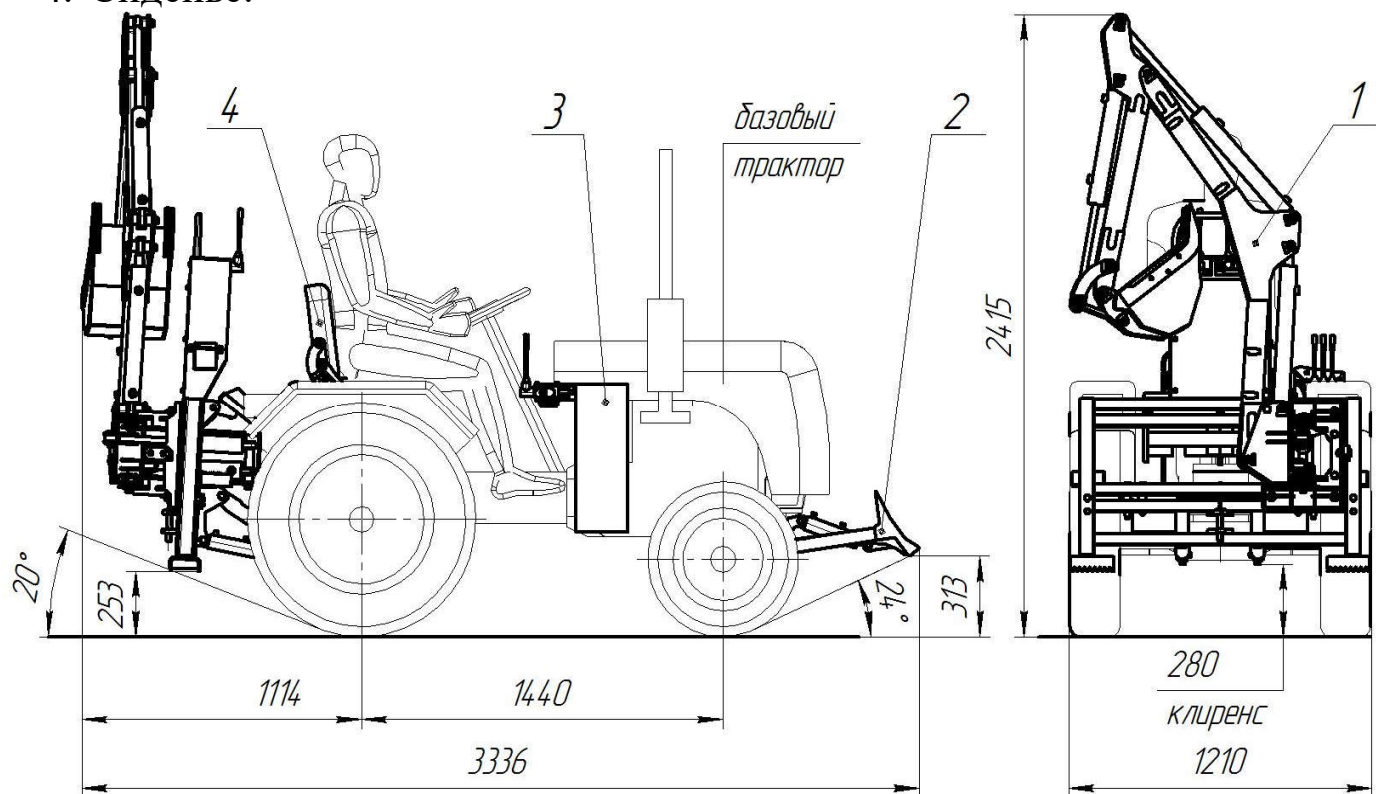

Рис.1
Составные части оборудования (рис. 1):
1.2.4. Экскаватор навесной 1 (рис.1) предназначен для выемки грунта не выше 2-й категории, складирования его в непосредственной близости от места копания или погрузки в транспортное средство.
1.2.5. Бульдозерный отвал 2 (рис.1) оборудования предназначен для засыпки места выемки грунта, планировочных работ. Отвал искусственно утяжелен и дополнительно служит передним противовесом трактора с экскаваторным оборудованием в транспортном режиме.
1.2.6. Гидросистема оборудования 3 (рис.1) предназначена для управления экскаватором и бульдозерным отвалом;
1.2.7. Сиденье 4 (рис.1) выполнено трансформируемым с целью возможности управления экскаватором и трактором в рабочих и транспортных режимах или при бульдозировании. Установлено на место штатного сиденья базового трактора;